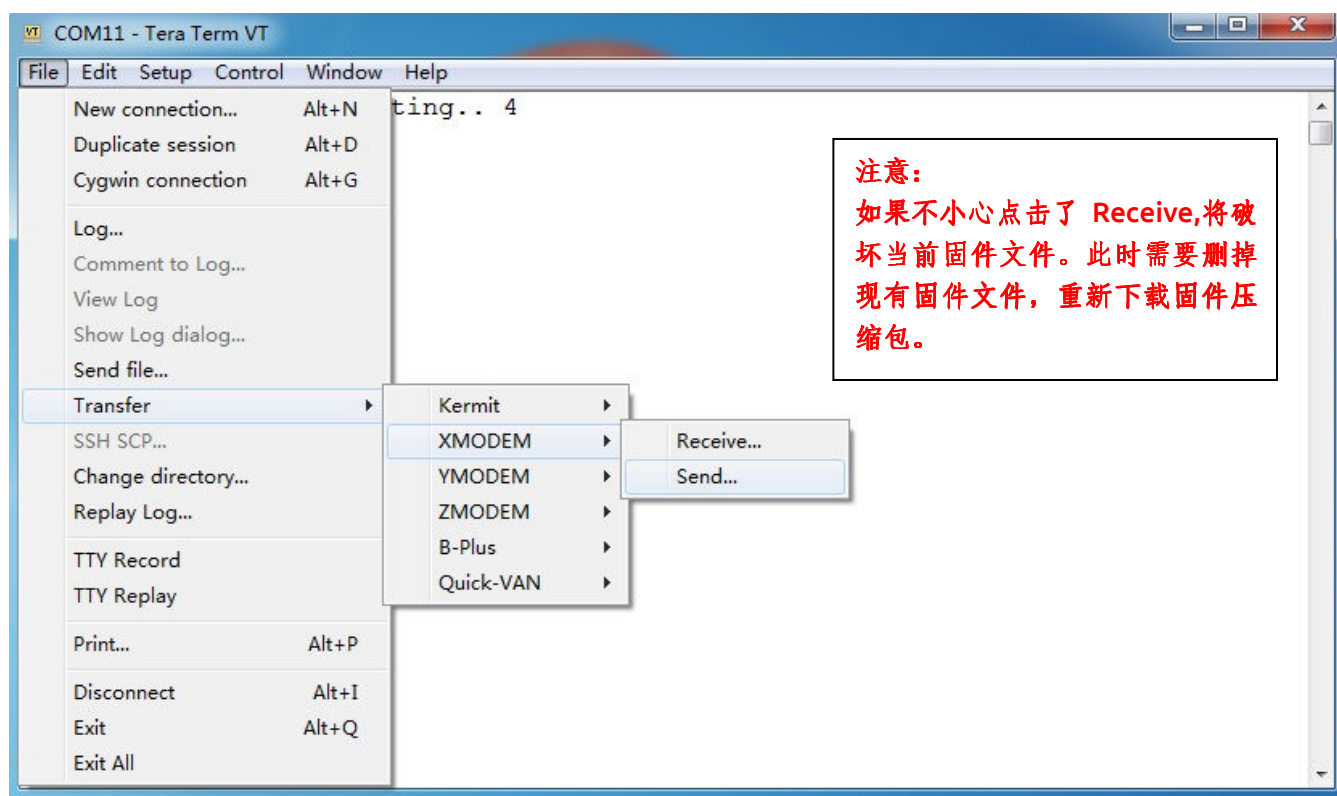

图 8 选择文件发送类型
8、选择工具软件的菜单 **File—Transfer—XMODEM—Send**,选择文件发送类型。如图 8 所示。